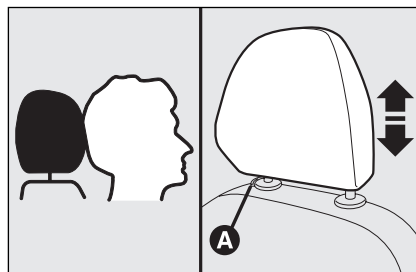

Рис. 30
□ Опускание: нажмите кнопку **A** (см. **рис. 30**) и опустите подголовник.